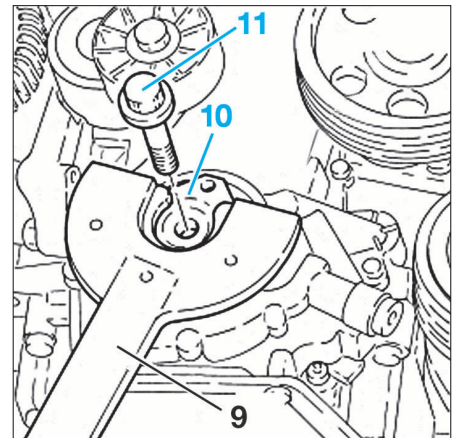

FIG. 6
- 9. Clé à ergots (Fig.6).
- À l'aide d'une clé à ergot (9), maintenir le moyeu de la roue dentée de vilebrequin (10) puis desserrer la vis (11) (Fig.6).